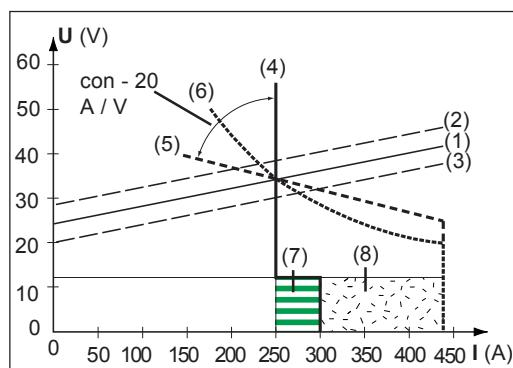

Abb.26 Mittels Funktion EIn auswählbare Kennlinien
Ist der Parameter „con“ eingestellt, wird der Schweißstrom, unabhängig von der Schweißspannung, konstant gehalten. Es ergibt sich eine senkrechte Kennlinie (4) (Abb.26).
Mittels Parameter „0,1-20“ kann eine fallende Kennlinie (5) (Abb.26) eingestellt werden. Der Einstellbereich erstreckt sich von 0,1 A / V (sehr steil) bis 20 A / V (sehr flach).
**HINWEIS!** Bei Einstellung einer flachen Kennlinie (5), die Dynamik auf einen höheren Wert einstellen.
Ist der Parameter „P“ eingestellt, wird die Schweißleistung, unabhängig von Schweißspannung und -strom, konstant gehalten. Es ergibt sich eine hyperbolische Kennlinie (6) (Abb.26).